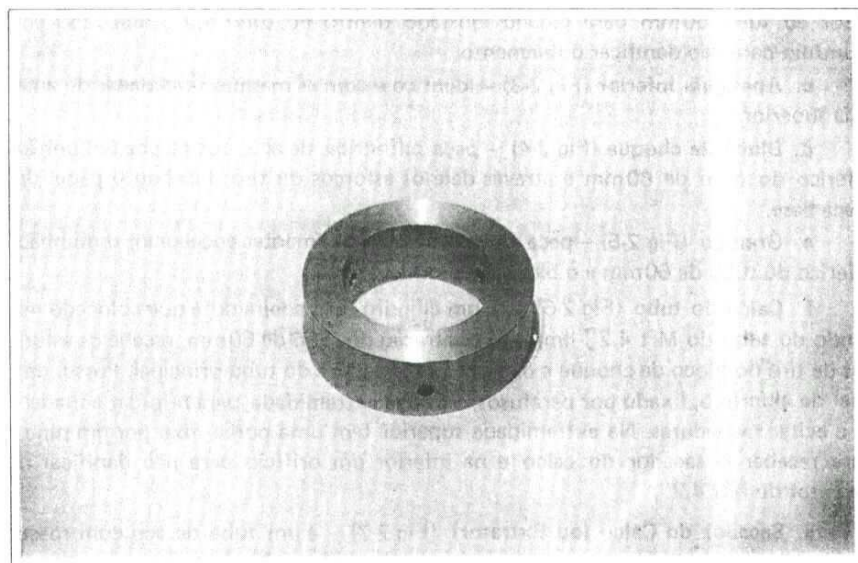

Fig 2-2. Anel guia superior
b. **Anel guia superior** (Fig 2-2) — anel que é montado e fixado por três parafusos ao tubo 60mm para guiá-lo ajustado dentro do tubo 4,2''; fabricado em alumínio para não danificar o raizamento.